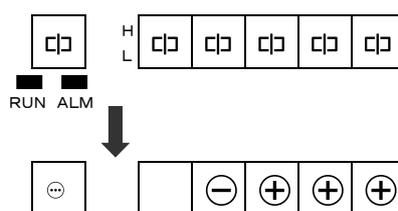

図 6.1 電源 ON 時の表示画面
- (1)ディスプレイ画面 : 状態表示の「RUN」ランプは電源 OFF 以前の状態を保持しています。
- (2)印字データ処理 : 電源 OFF 以前に動作していた印字処理は復電後、再開しません。
- (3)警報、自己診断動作 : 電源 OFF 以前に発生した警報表示・出力等は復帰しません。
- (4)データ表示・チャネル No.表示 : 図 6.1 のようになります。
- ① 停電が生じた場合も、復電後初期化処理を行い、上記の初期状態になります。
- ② 初期化処理において印字データ処理の消去を行うため、印字中に電源が OFF となった場合、復電後は印字動作を継続しません。
- ③ 図 6.1 において、電源投入時データを取り込むまで「+」を表示します。表示桁数は設定により異なります。